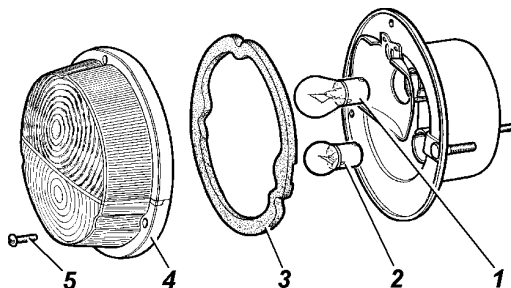

Рис. 8.10. Передний фонарь:
**Указатели поворотов.** В качестве передних и задних указателей поворота служат верхние секции передних (рис. 8.10) и задних фонарей с рассеивателями оранжевого цвета. Возможна установка передних фонарей с бесцветными рассеивателями и с лампой оранжевого цвета в секции поворот. Указатели поворота включаются переключателем вручную. Выключение происходит автоматически. В цепи указателей поворота предусмотрен электронный прерыватель, который обеспечивает прерывистость горения ламп.